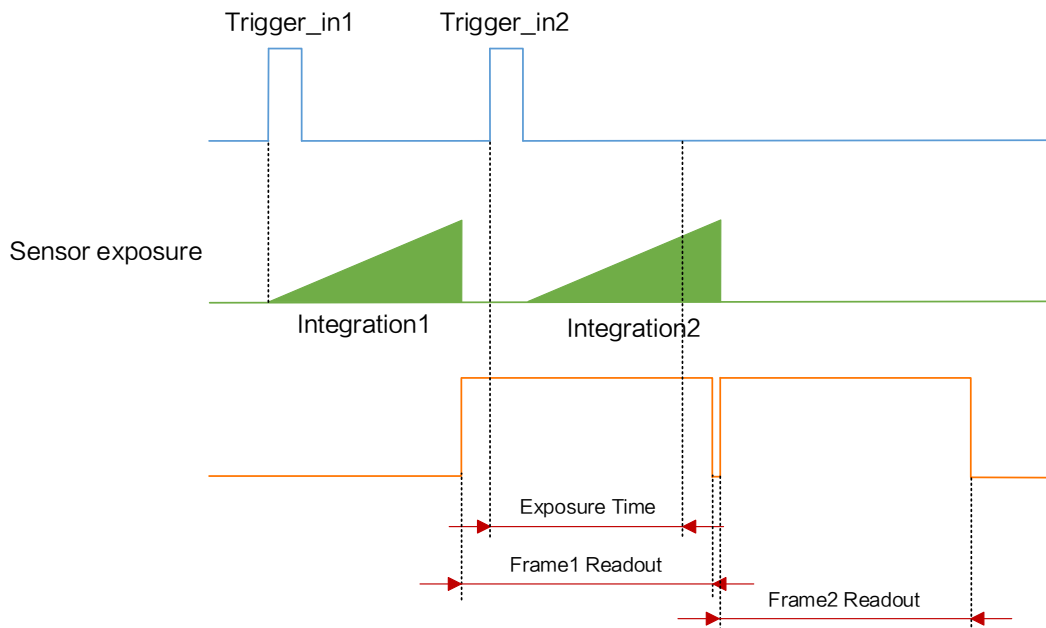

图8-17 第2帧曝光移动处理时序
- 若第2个触发信号第1帧图像的曝光结束时间早于相机当前第1个触发信号最后1帧出图时间，则相机内部会做处理，将第2个触发信号第1帧图像的曝光开始时间推迟，确保第2个触发信号第1帧图像的曝光结束时间不早于第1个触发信号最后1帧的出图时间，如图8-17所示。